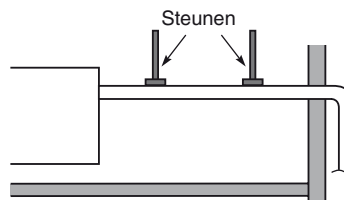

Afb.3-12
- Installeer de pijp niet met een stijgende helling vanaf de aansluiting. Hierdoor zal het afvoerwater teruglopen en gaan lekken wanneer de unit niet werkt. (Afb. 3-12)